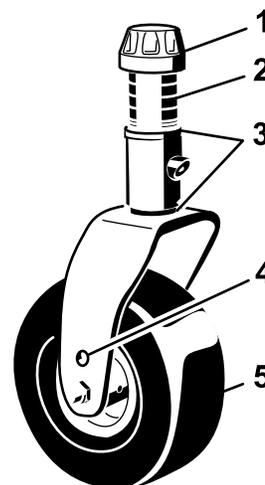
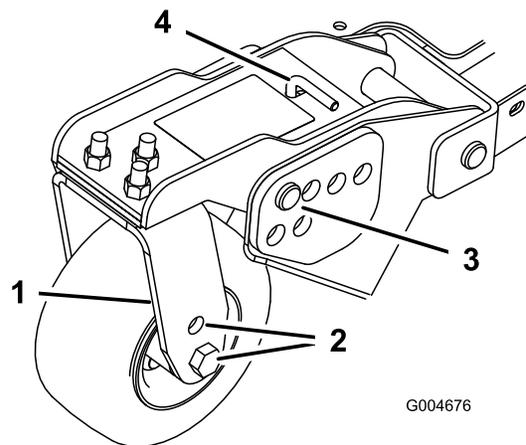
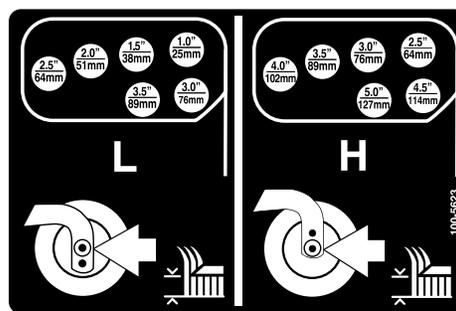

Figura 21
Figura 23
Figura 24
1. Posizionate gli assali delle ruote orientabili negli stessi fori di tutte le forcelle (Figura 21 e Figura 23).
2. Togliete il tappo tenditore dall'asse del fusello ed estraete il fusello dal braccio della ruota orientabile (Figura 21).
- Togliete la coppiglia ed i perni con testa dai bracci di rotazione delle ruote orientabili (Figura 23).
- Girate il tenditore per alzare o abbassare il braccio di rotazione finché i fori non sono allineati con i fori della staffa dell'altezza di taglio selezionati, nel telaio del piatto di taglio (Figura 23 e Figura 24).